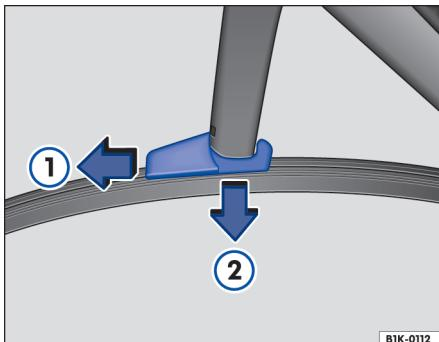

图 175 更换后风窗刮水器刮水片
- 将刮水片朝箭头方向松脱→图 175①。
- 沿箭头方向拉下刮水片②。
- 将长度与型号相同的新刮水片朝与箭头方向②相反的方向推到刮水器摆臂上。
- 将刮水片朝与箭头方向①相反的方向锁住，直到其卡止。